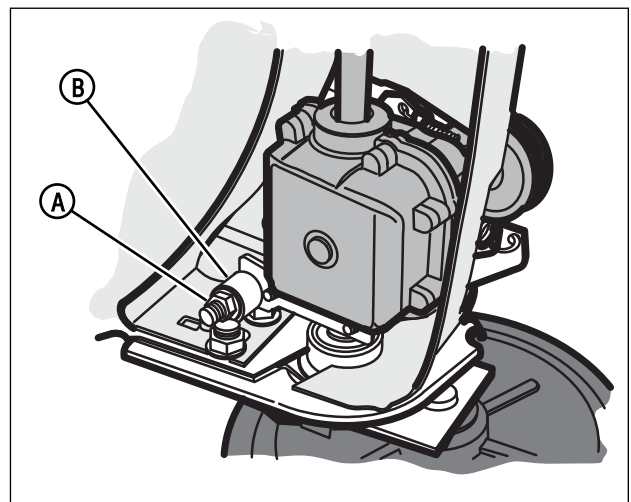

Figura 25: Ajuste de la tensión de la correa
- a. Apriete la tuerca ajustadora (A, Figura 25) hasta que la tuerca haga contacto con el espaciador (B). Trate de girar el espaciador. Cuando la tuerca ajustadora haga contacto con el espaciador, el espaciador no girará.